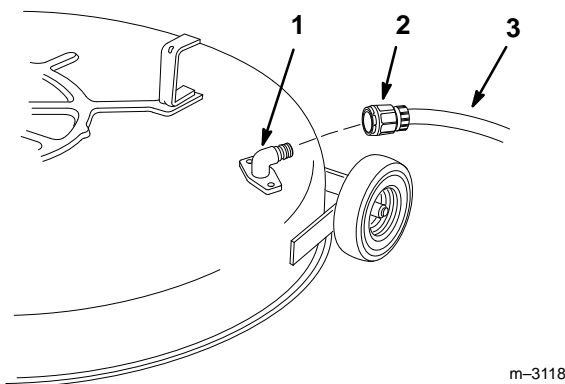

Figure 52
2. Connecter un raccord de tuyau à l'embout de lavage de la tondeuse, et ouvrir l'eau en grand (Fig. 52).